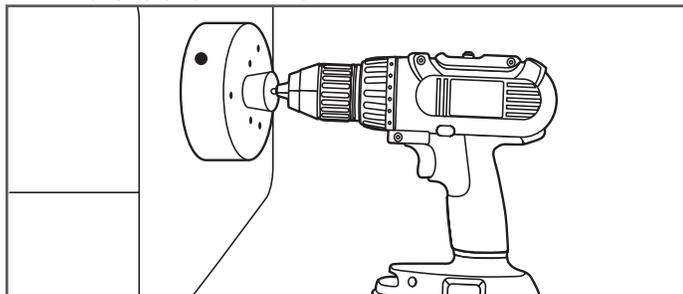

Figure 22-3
1. Percez la paroi du puisard à l'aide de la scie cloche 15 cm (6 po) (Figure 22-3).